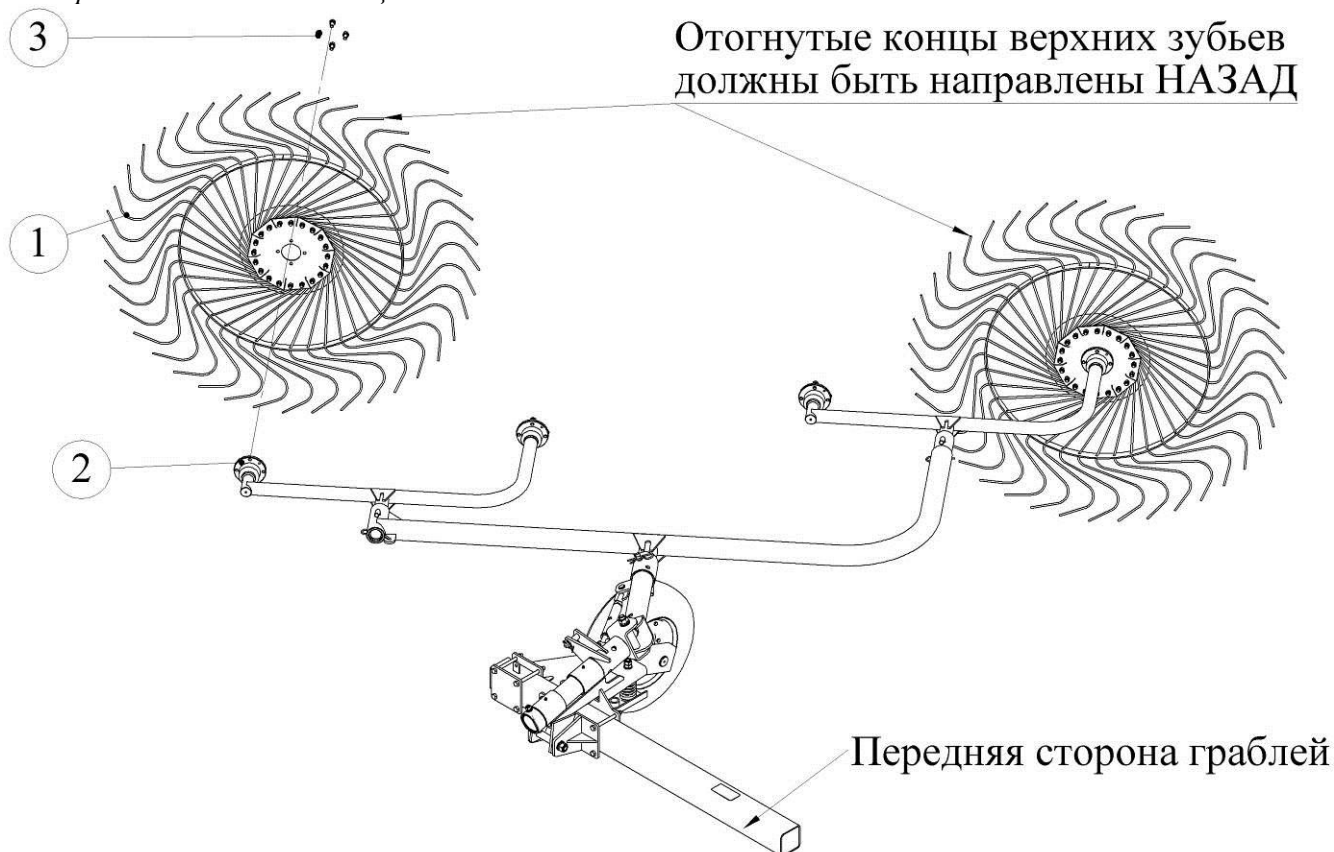

Рис. 4.6.2. Установка рабочих колес
4.6.3. Установите пальцевые рабочие колеса (1) на ступицы малых поворотных балок (2) с помощью четырех болтов М12х25-1,25 (3), подложив шайбы пружинные (рис. 4.6.2). После 07.2015 болты М12х1,25 заменены на болты колёсные ВАЗ 2108, которые устанавливаются без шайб.